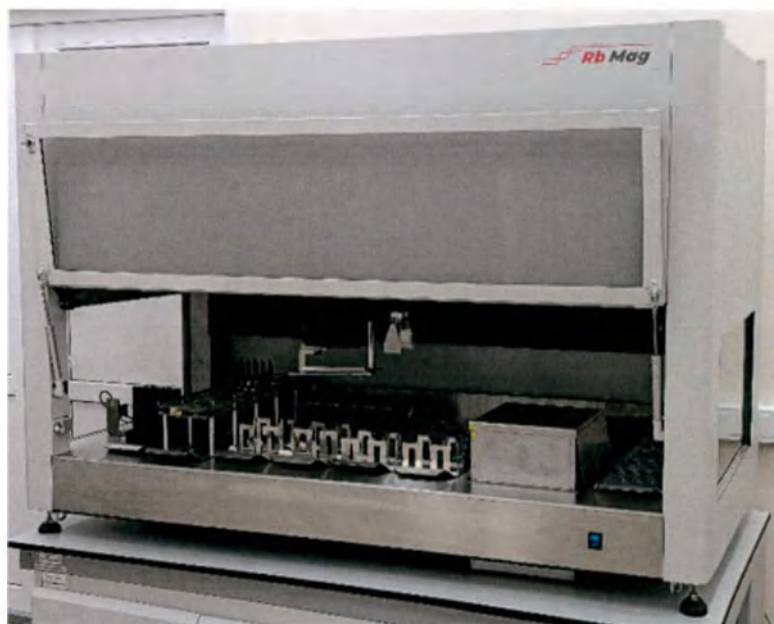

Рис. 1. Общий вид комплекса.
5.2. Общий вид комплекса приведен на Рис. 1